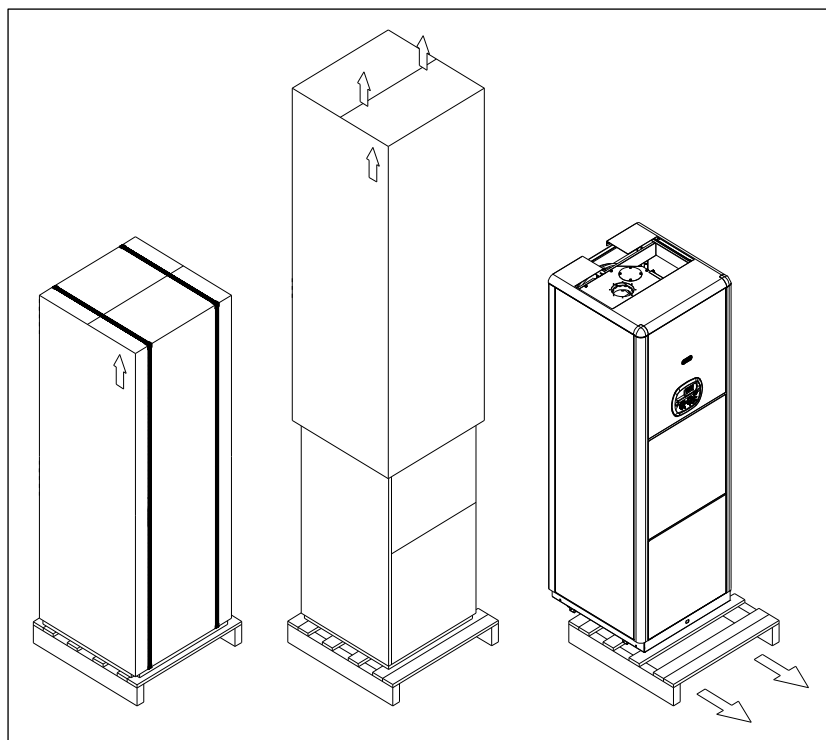

Fig. 1
- a. tagliare le fascette di fissaggio (fig.1);